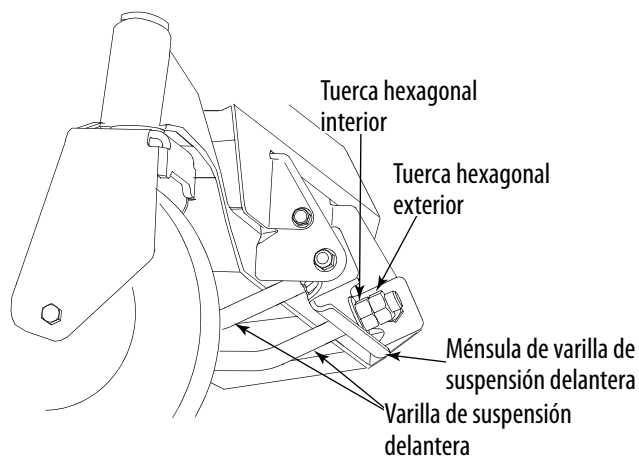

Figura 6-7
- Nivele la plataforma con una llave para girar el engranaje de ajuste (el cual se encuentra inmediatamente detrás del tornillo hexagonal que se acaba de aflojar) en sentido de las agujas del reloj para subir el lado izquierdo de la plataforma o en sentido contrario a las agujas del reloj para bajar el lado izquierdo de la plataforma. Vea la Figura 6-7.
- Ubicado delante del tractor, afloje las tuercas exteriores hexagonales de la varilla de suspensión delantera de la plataforma y gírelas separándolas de las tuercas interiores. Vea la Figura 6-7.
- Si la parte delantera de la plataforma estuviese demasiado baja, gire las tuercas hexagonales interiores en sentido de las agujas del reloj contra la ménsula de suspensión para acortar la varilla de suspensión delantera y levantar el frente de la plataforma. Vea la Figura 6-7.